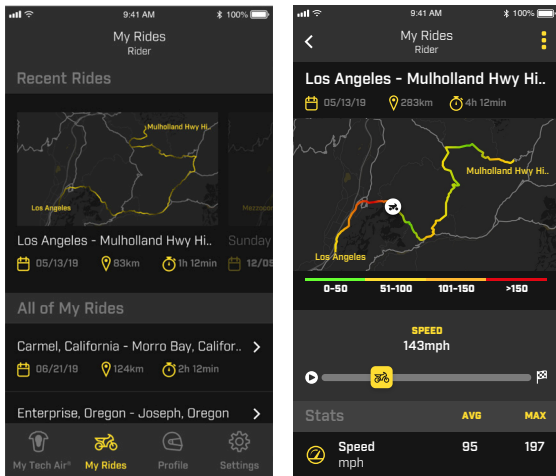

Figuur 16
Tijdens het rijden is de "Systeem ingeschakeld"-modus actief, en daarom heeft de gebruiker om veiligheidsredenen geen toegang tot de meeste app-functies. In geval het Systeem door de gebruiker moet worden uitgeschakeld, zoals tijdens een zware offroad-rijssessie, kan het systeem worden uitgeschakeld met behulp van het dia-pictogram op de app (zoals weergegeven in Figuur 16). Trek voor de reactivering de activeringsgordel (4) , open en doe hem weer dicht.
Bij een activatie zal de app de relevante status tonen met de tekst SYSTEEM GEACTIVEERD zoals afgebeeld in Figuur 16.